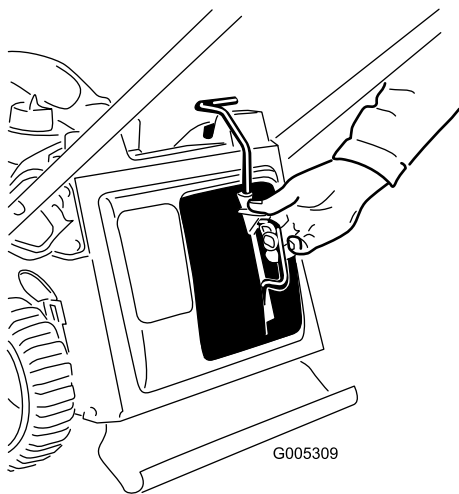
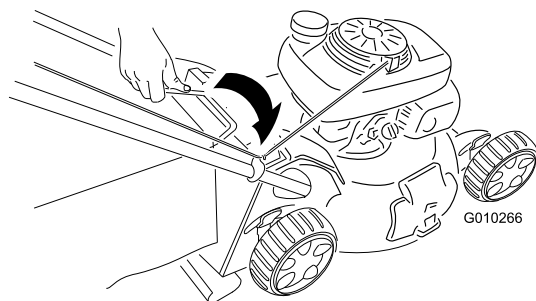

Рисунок 18
Рисунок 19
1. Установите на газонокосилку заглушку для мульчирования (Рисунок 18) или мешок для сбора травы (Рисунок 19).